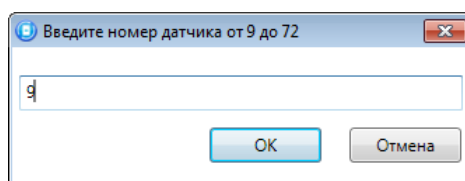

Рис. 10.6. Ввод номера радиоустройства
2. В открывшемся окне укажите номер радиоустройства из числа еще не занятых в нумерации шлейфов и радиоустройств (в диапазоне, указанном в заголовке окна) и нажмите кнопку *ОК* (Рис. 10.6).